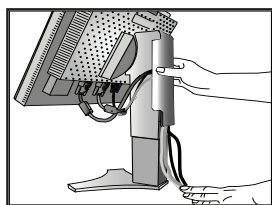

Figura 9
- Vuelva a deslizar la cubierta para cables a la posición correcta (Figura 9). Conecte el cable de alimentación al tomacorriente.